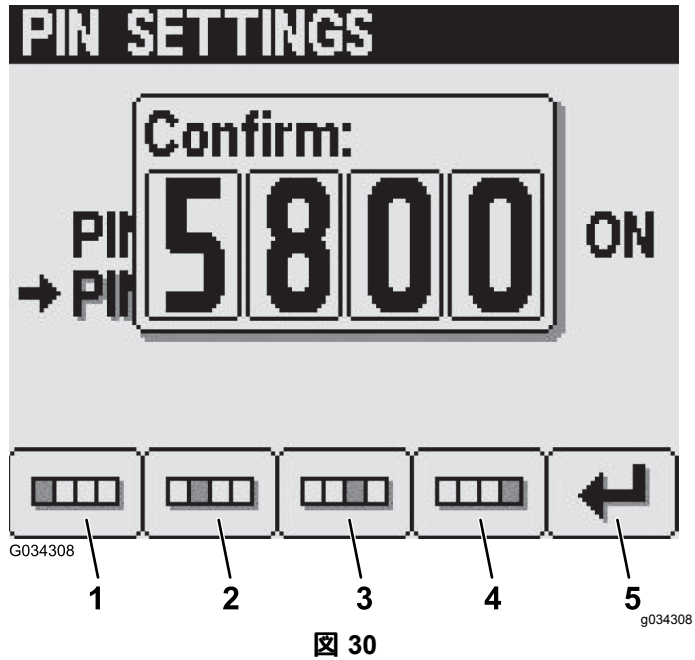

図 30
6. ボタン 14 を使って PIN を承認し、承認が完了したらボタン 5 を押す 図 30。
注 PIN 設定の承認 図 30 の後、PIN 修正 Pin Correct画面が約 5 秒間表示されます。